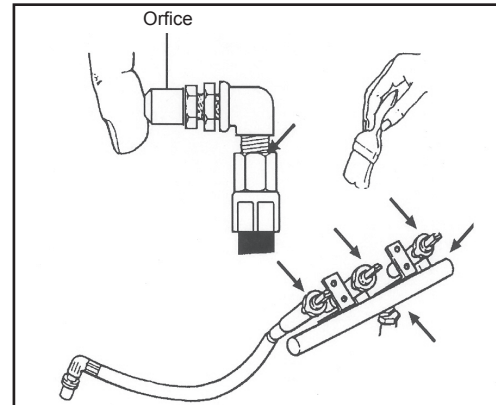

Fig. 3
5. Si votre gril est équipé d'un brûleur latéral ou brûleur à rôtisserie (Fig. 3):